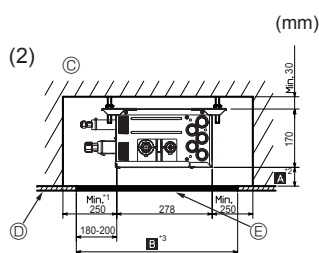
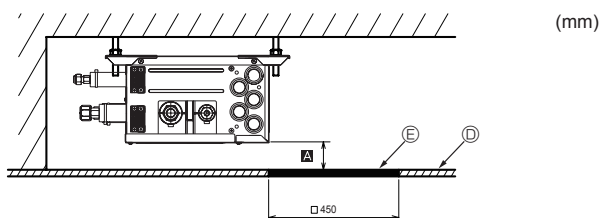
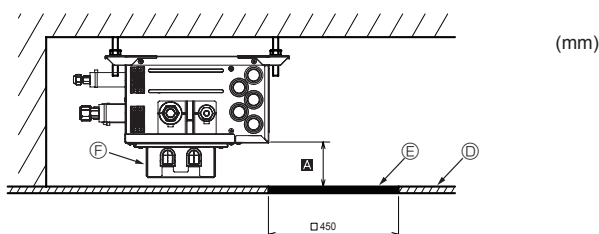

Fig. 4-7
Fig. 4-8
Fig. 4-9
- (2) Vue de profil (Fig. 4-7, Fig. 4-8, Fig. 4-9)
Installation du boîtier du réacteur en option, réglé sur 270 mm min. <recommandation> (Fig. 4-9). A
Si la valeur est "600 mm" préparer un orifice d'entretien du côté de la carte de circuit intégré (comme illustré à la Fig. 4-8, Fig. 4-9) et la distance A doit correspondre à "300 mm minimum".